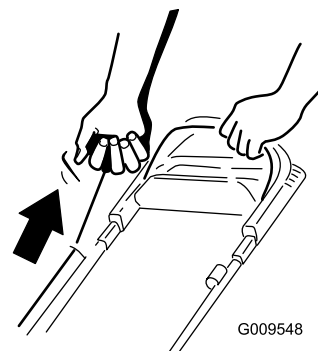

Figure 13
2. Tirez sur la poignée du lanceur (Figure 13).
**Remarque:** Tirez la poignée du lanceur lentement jusqu'à ce que vous sentiez une résistance, puis tirez vigoureusement (Figure 13). Laissez le lanceur se rétracter lentement jusqu'à la poignée.